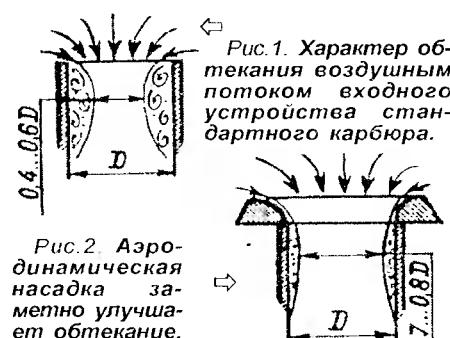
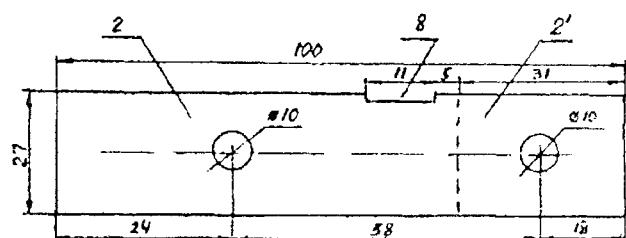
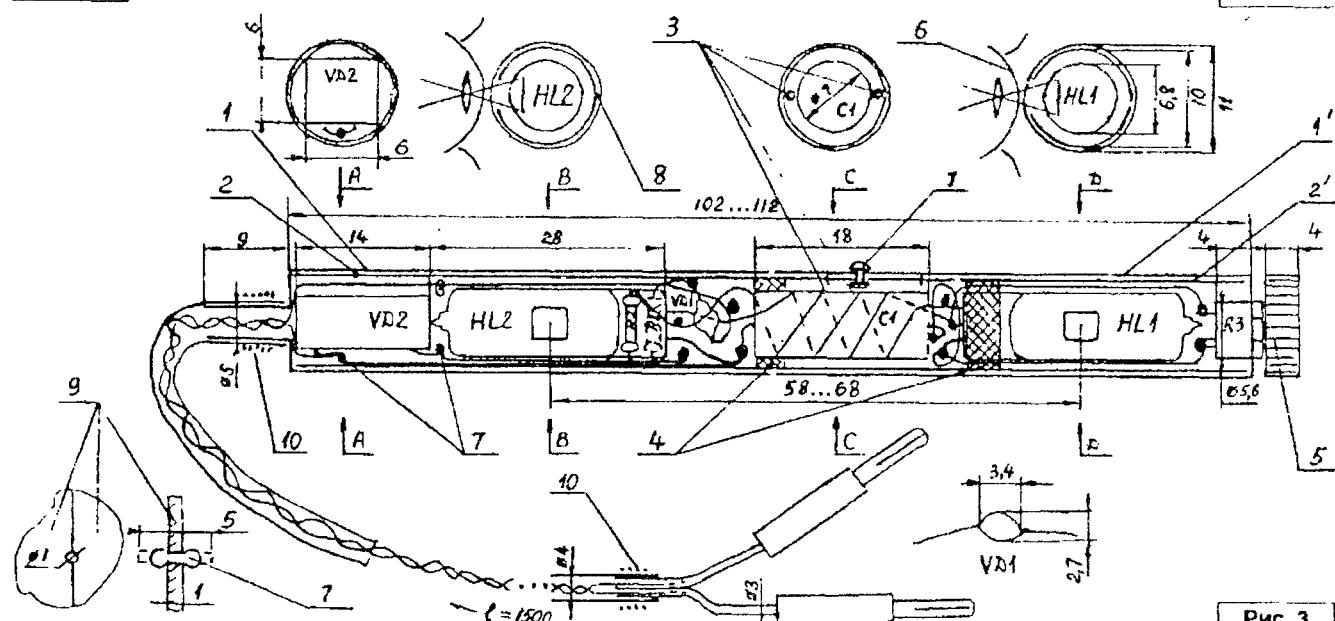

Рис. 1. Характер обтекания воздушным потоком входного устройства стандартного карбюратора.
Рис. 2
Рис. 3
Не то же ли самое происходит и в диффузоре карбюратора? На холостом ходу автомобильного двигателя (в среднем 1000 об./мин.) скорость всасываемого потока воздуха на входе в карбюратор составляет 5-6 м/с. Этого достаточно для того, чтобы на верхнем срезе образовался кольцевой вихрь, который ведет себя отчасти как дроссельная заслонка, перекрывая горло карбюратора чуть ли не наполовину (рис. 1). Отсюда недостаток воздуха, обогащение топливной смеси и, как итог, повышенный расход топлива. Подчеркну: уже на холостом ходу!
Антимигрень «Северное сияние» [3] собрана на больших (и дефицитных) неоновых лампочках 95СГ-9. Замена их на МН-6 [4] или ИН-3, меньших по размеру и недефицитных (последние стояли в СВР-4-1...4 большинства старых телевизоров УЛПЦТ(И) и УПИМЦТ [7]), несущественные изменения схемы [3] (рис. 1) и коренные конструкции (рис.2, рис.3) позволяют уменьшить размеры до «карманных», не утрачивая эффекта «северное сияние», приятность которого явно скрашивает «продол-
Принципиальная схема мини-антимигрины (рис. 1) отличается от [3] применением параметрического стабилизатора напряжения на стабилитроне VD2 КС596В, что позволило исключить конденсатор фильтра выпрямителя и увеличить величину конденсатора С1 (энергию в импульсе) релаксационного генератора на неоновых лампочках HL1, HL2, сохранив прежнюю частоту (4-7 Гц), регулируемую потенциометром возникновения приятных ощущений "северного сияния" и медитации.
Боковое свечение неоно-вых лампочек МН-6 (HL1, HL2) позволило разместить их в одну линию совместно с остальными деталями (рис. 3).
служит вставка 2 цветного (лучше зеленого) пластика бутылки размером 100x27 мм (рис.2), после вырезания скальпелем свернутого в длинные трубочки 2, 2' (сворачивать первоначально удобнее в спираль).
Размеры всех деталей указаны на рис.2, рис.3. Длина неоновых лампочек МН-6 28 мм указана на рис. 3 [4], а у ИН-3 фактически - 25 мм, т.е. помещаются при замене.
Жирными черными точками (рис.3) обозначены опаянные скрутки проводов деталей и гибкого тонкого провода с фторопластовой изоляцией. Голые провода и скрутки (спайки) покрываются цапон-лаком.
До окончательного монтажа работу принципиальной схемы *рис. 1* следует проводить по идентичности засветки поверхности светящихся площадок. Это важно для создания эффекта "северное сияние". Объяснения и условия возникновения эффекта даны в [6].
Спираль и кольцо провода 3 позволяют смещать корпуса 1 и 1' один относительно другого, не разрывая электрические цепи (рис. 1).
В положении 68 мм между центрами площадок (по визирной линии) на корпусе 1' намечают (накалывают шилом) просвечивающийся сквозь него правый (по рис. 3) конец щели 8 на вставке 2. Выдвинув корпус 1' полностью, сверлят в нем на отметке отверстие диаметром 1,5 мм.
Подготавливают пластиковую (непроводящую) шпонку 7. Она изготавливается из кирпичного (5 мм) отрезка лески (пластика) диаметром 1 мм, зажатого по центру в "челюстях" 9 из гетинакса (рис. 3). Оба конца отрезка моментально оплавляют в пламени горящей спички (лучше спиртовки) до появления характерных шариков. "Челюсти" 9 раздвигаются, шпонка 7 готова.
**Внимание!** Все элементы схемы рис. 1 мини-антимигрени "Северное сияние" находятся под электрическим потенциалом сети, а поэтому для электробезопасности полностью изолированы пластиковым корпусом 1, любое вскрытие которого должно полностью производиться только при выключении сетевого шнура!
Примечание: На рис. 1, 3: резисторы R1, R3 типа МЛТ-
0,125 или С2-6-0,125; потенциометр R3 типа СПЗ-44Б; конденсатор C1 типа К73-16 0,15 мкФ 100 В; диод VD1 типа КД102Б; стабилитрон VD2 типа КС596; неоновые лампочки HL1, HL2 типа МН-6 или ИН3. На рис. 3 10 - давящий нитяный бандаж, покрытый цапон-лаком. Провода 3 на поверхности конденсатора C1 лучше уложить серпантином (зигзагом).